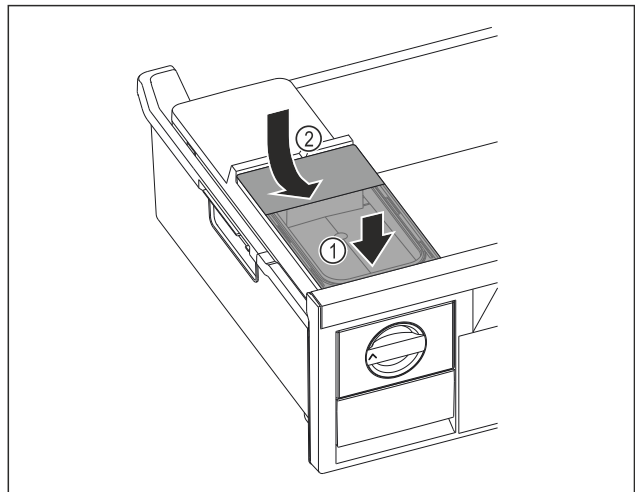

Fig. 99
- ▶ Wassertank vorne ansetzen. Fig. 99 (1)
- ▶ Wassertank hinten absenken. Fig. 99 (2)